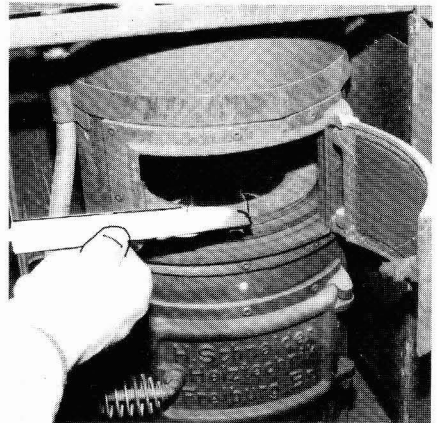

Bild 39
- Bis zum Einfließen von Brennstoff (in den Brennertopf) warten, danach den eingeflossenen Brennstoff mit einem brennenden Papierstreifen durch die obere Heizzy lindertür anzünden (Bild 39).